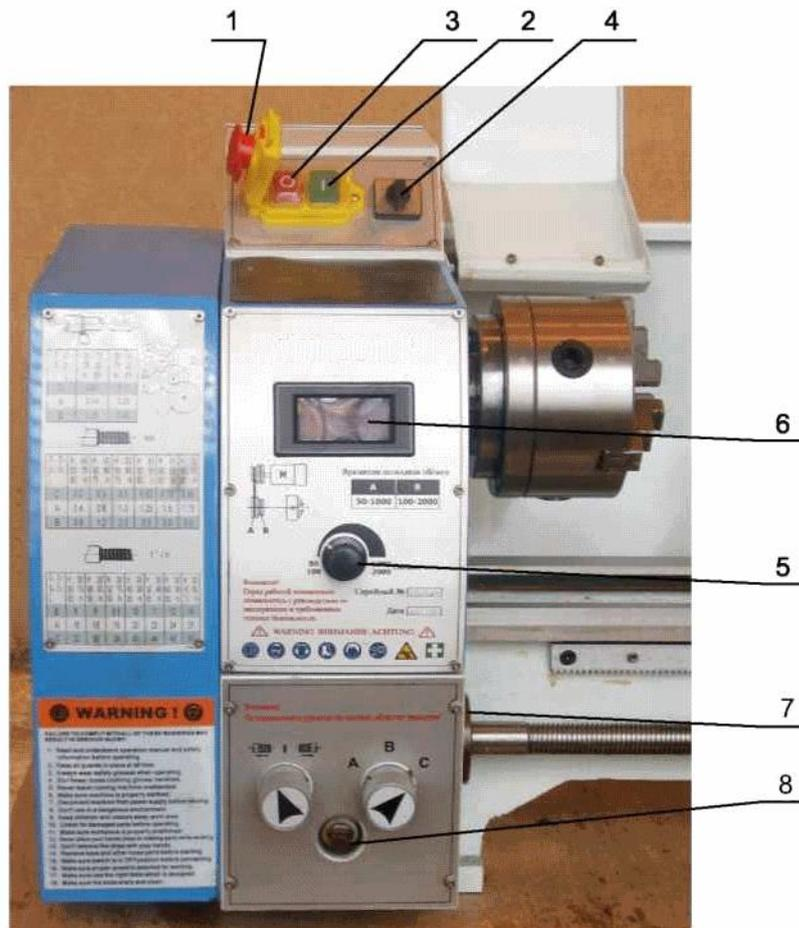

Рисунок 7
Откройте крышку-кнопку 1 (рисунок 7). Включение станка производится кнопкой 2 (рисунок 7), отключение - кнопкой 3 (рисунок 7) или переключателем 4 (рисунок 7) установкой его в положение «0». Станок может быть остановлен в экстренном случае нажатием на крышку-кнопку
Перед включения станка переведите переключатель 4 (рисунок 7) в положение «F» для вращения шпинделя против часовой стрелки (вперед) или - в положение «R» для вращения шпинделя по часовой стрелке (назад). Положение «0» - «выключено», станок не включается.
Поворотом регулятора 5 (рисунок 7) по часовой стрелке происходит увеличения скорости вращения шпинделя, при повороте против часовой стрелки - уменьшение скорости вращения шпинделя. Фактическая скорость вращения шпинделя отображается на дисплее 6 (рисунок 7). Определенный диапазон скоростей зависит от положения приводного ремня на шкивах коробки передач.
8.1 Заполните резервуар коробки подачи через заливное отверстие 7 (рисунок 7) жидким маслом до отметки на маслоуказателе 8 (рисунок 7). В процессе работы постоянно проверяйте уровень масла, при необходимости долейте до нужного уровня. После первых 3 -х месяцев эксплуатации слейте масло полностью и залейте свежее. Слив масла производится через отверстие (С, рисунок 27). В дальнейшем меняйте масло ежегодно.